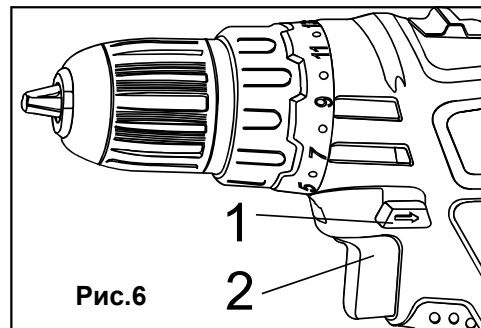

Рис.6
Переключатель направления вращения (1) расположен над кнопкой включения (2) (Рис. 6). Для вращения по часовой стрелке переключите его влево, для вращения против часовой – вправо.